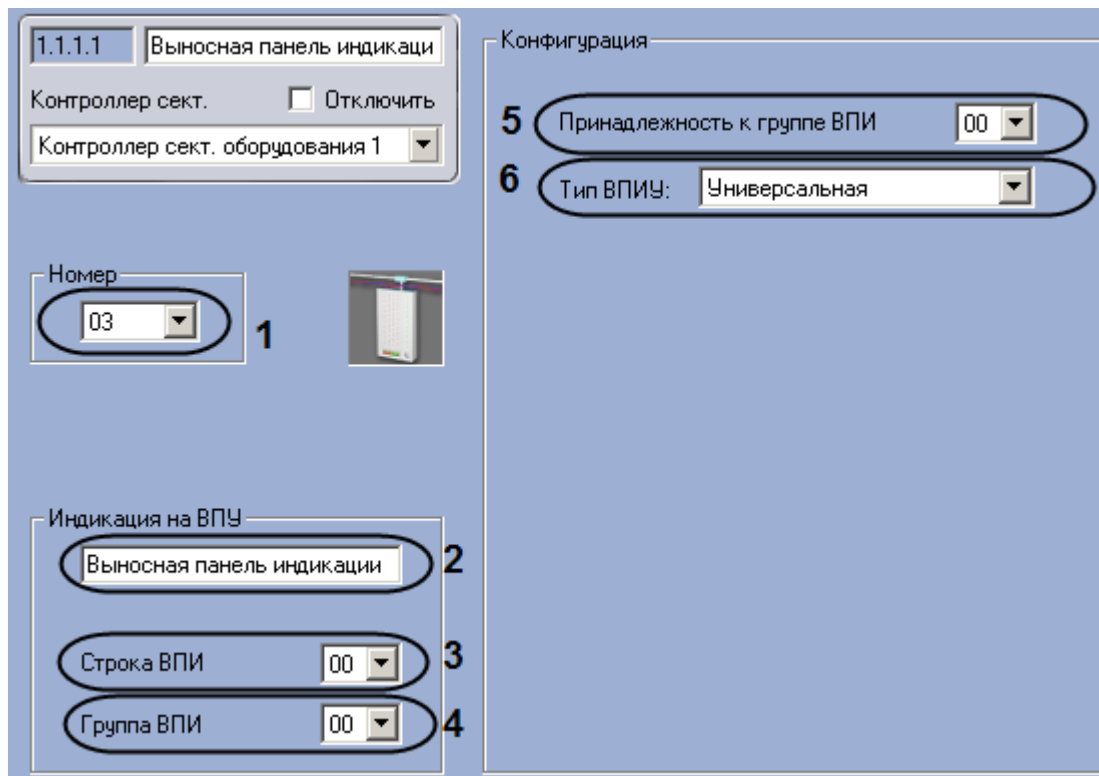

Рис. 3.6—4. Настройка выносной панели индикации
2. Из раскрывающегося списка **Номер** выбрать аппаратный адрес подключения выносной панели индикации (см. Рис. 3.6—4, 1).
3. Указать имя, которое будет иметь данная выносная панель индикации на дисплее ВПУ, в поле **Индикация на ВПУ** (см. Рис. 3.6—4, 2).